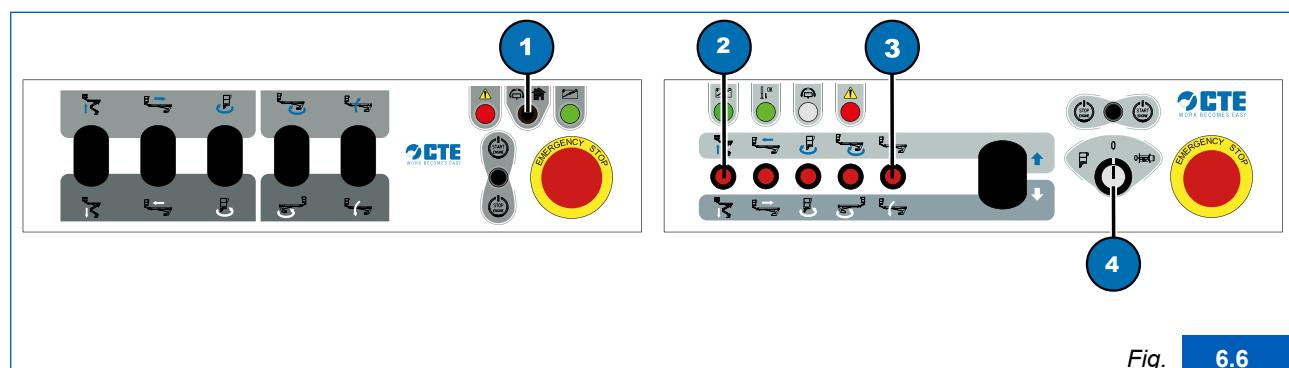

Fig. 6.6
- 1) ruotare la chiave del selettori (Fig. 6.6, 4) nella posizione “Comandi in piattaforma di lavoro”;
- 2) premere e mantenere premuto il tasto “HOME” (Fig. 6.6, 1)
- 1) ruotare la chiave del selettori (Fig. 6.6, 4) nella posizione “Comandi a terra”;
- 2) premere e mantenere premuti i tasti “sollevamento braccio articolato” (Fig. 6.6, 2) e “sollevamento braccio telescopico” (Fig. 6.6, 3)
- 3) a raggiungimento della posizione di riposo rilasciare i tasti “sollevamento braccio articolato” (Fig. 6.6, 2) e “sollevamento braccio telescopico” (Fig. 6.6, 3);
Per interrompere l'operazione di chiusura automatica è possibile in qualsiasi momento rilasciare il tasto “HOME” (Fig. 6.6, 1) o i tasti “sollevamento braccio articolato” (Fig. 6.6, 2) e “sollevamento braccio telescopico” (Fig. 6.6, 3).